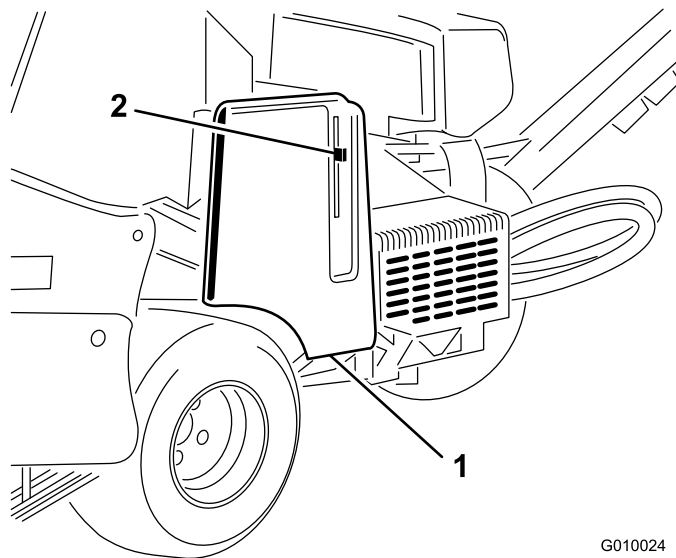

Рисунок 16
- Найдите отверстие в крышке ремня рядом с пазом для рычага фиксатора (Рисунок 16 и Рисунок 17).